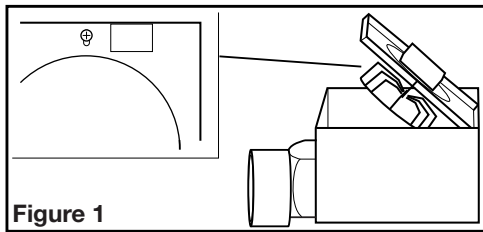

Figure 1
- Remove the fan's venturi assembly, which is secured in place with one screw through the venturi (**Figure 1**). This is a captive screw and will stay installed in the venturi. Keep the venturi assembly and the grill in the carton until needed so they do not get damaged or lost.
- Retirer l'ensemble venturi du ventilateur, lequel est fixé en place par une vis au travers du venturi (**Figure 1**). C'est une vis imperdable et elle demeurera installée dans le venturi. Garder l'ensemble venturi et la grille dans la boîte jusqu'à ce que vous en ayez besoin pour qu'ils ne soient pas endommagés ou perdus.